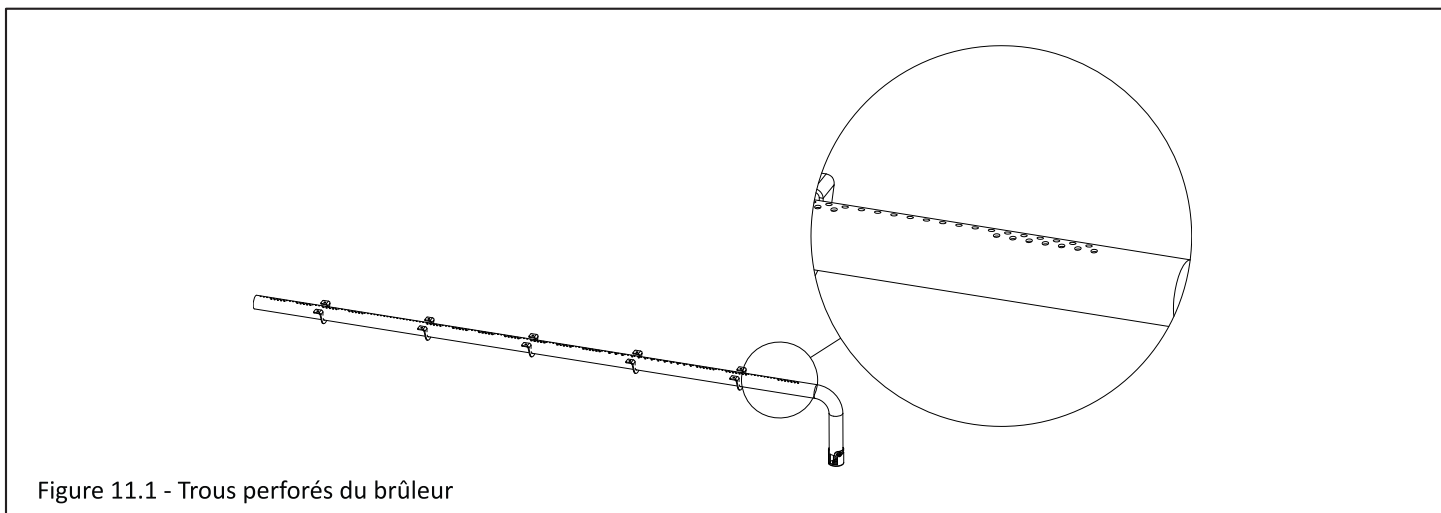

Figure 11.1 - Trous perforés du brûleur
- Inspecter et vérifier que le brûleur s'allume moins de (4) secondes après l'ouverture d'alimentation principale de la valve de contrôle de gaz. Vérifier tout câblage incorrect ou défectueux, et corriger ou remplacer au besoin. Inspecter les ouvertures d'air primaire (trous perforés du brûleur, montrés à la Figure 11.1) et vérifier qu'aucun d'eux n'est bouché, surtout près de la veilleuse.
- Tester et chronométrer le temps de réponse aux échecs d'allumage du système de sécurité d'allumage. Celui-ci doit mettre le système hors tension avec arrêt de sécurité dans un délai maximum de (30) secondes.